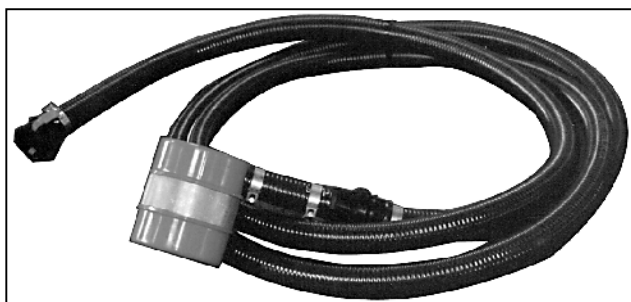

Bild 10.4
- 1 Sugslang 2" (8 m), Best.-Nr. 914398 (bild 10.4)